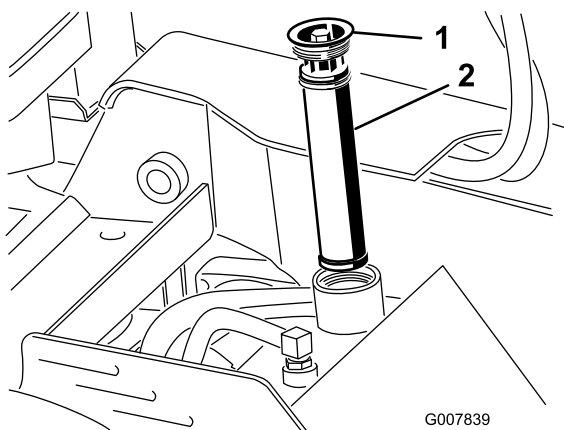

Bild 19
5. Reinigen Sie den Bereich um den Einfüllstutzen des Hydraulikbehälters und nehmen Sie den Deckel und den Filter mit einem Sechskantschlüssel aus dem Einfüllstutzen (Bild 19).